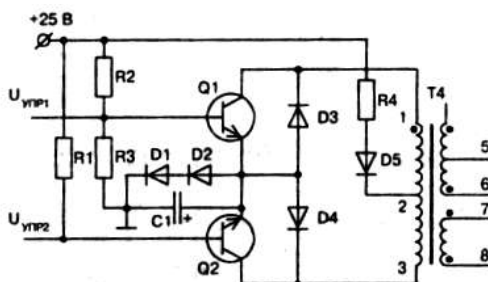

Рисунок 9 - Транзисторный каскад управления
*Схема управления.* Управление транзисторами полумостового преобразователя осуществляется каскадом на транзисторах Q1, Q2 (рис. 9). Кроме этой функции схема управления осуществляет согласование и гальваническую развязку мощных силовых каскадов от маломощных цепей управления. Транзисторы Q1, Q2 схемы работают в ключевом режиме с соединенными эмиттерами поочередно. Коллекторными нагрузками являются полуобмотки трансформатора T1 (выводы 1-2, 2-3), в среднюю точку которого (вывод 2) подается питание на схему через элементы R4, D5. Диод D5 предотвращает влияние сигналов в первичных обмотках трансформаторов на работу ШИМ-формирователя по шине питания. Резисторы R1, R2 и R3 формируют смещение в цепи базы транзисторов Q2 и Q1 соответственно. Импульсы управления с микросхемы ШИМ-формирователя поступают на базы транзисторов схемы. Под воздействием управляющих импульсов один из транзисторов, например Q1, открывается, а второй Q2, соответственно, закрывается. Надежное запираение транзистора осуществляется цепочкой D1, D2, C1. Наличие конденсатора C1 способствует поддержанию запирающего потенциала во время «паузы». Диоды D3, D4 предназначены для рассеивания магнитной энергии, накопленной полуобмотками трансформатора. Наличие транзисторов в выходном каскаде микросхемы позволяет выполнить эту схему без использования дополнительного транзисторного каскада.